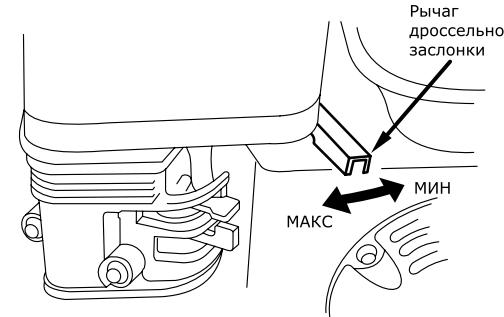

Рис. 14
- По мере прогрева двигателя постепенно передвигните рычаг воздушной заслонки в положение «Открыто». Число оборотов двигателя и соответственно производительность двигателя регулируется изменением положения рычага дроссельной заслонки (рис. 14).